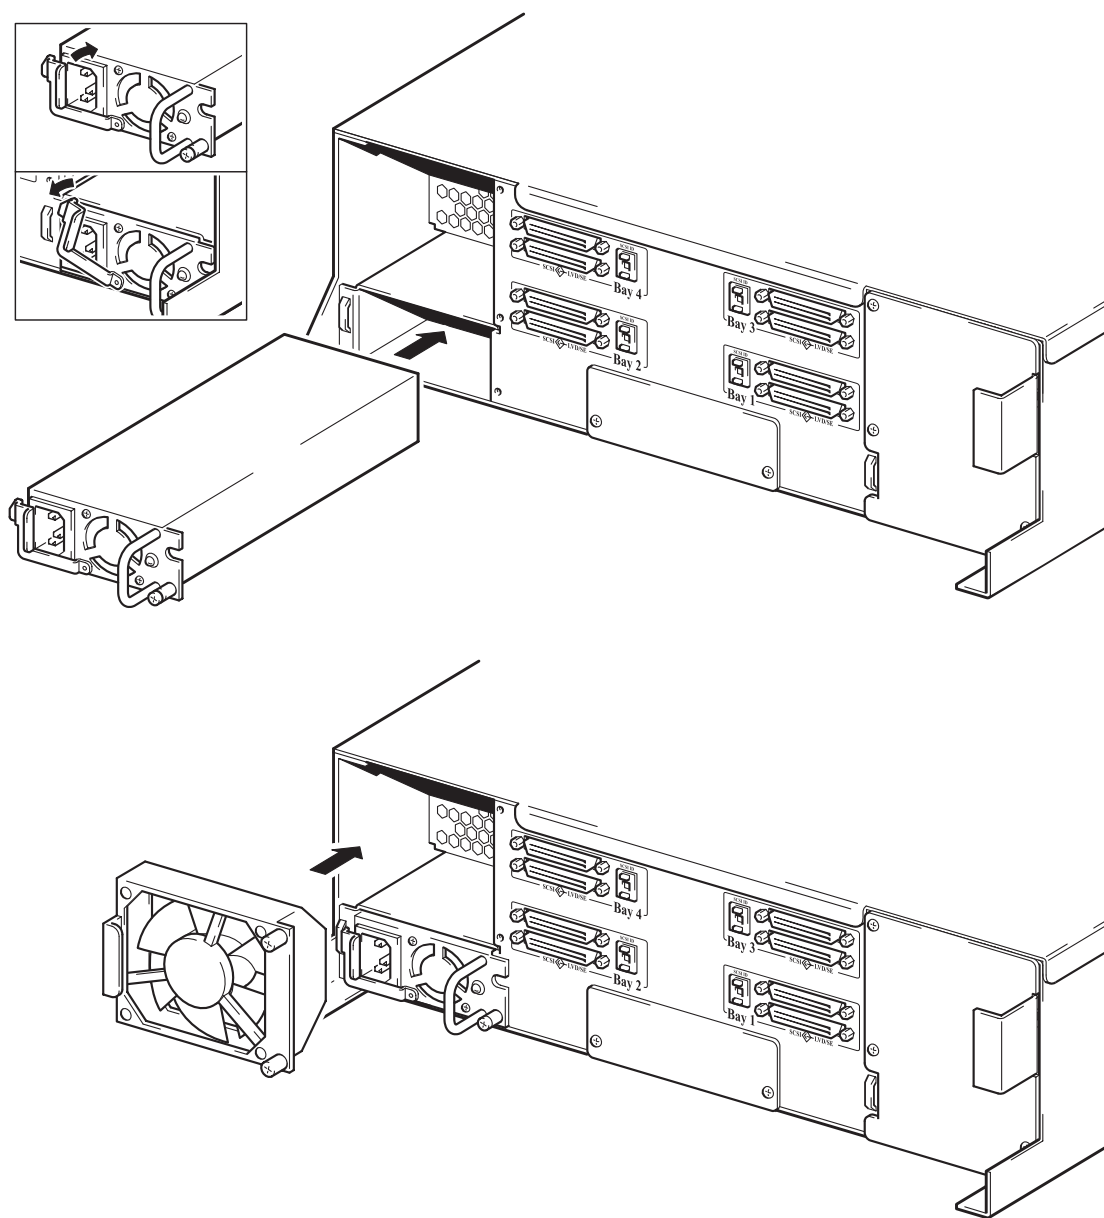

Figura 11: Substituir o ventilador e a fonte de alimentação
- 2 Alinhe a unidade do ventilador de substituição conforme mostra a Figura 11. Deslize a unidade do ventilador para dentro da abertura.
- 3 Alinhe a fonte de alimentação de modo que a etiqueta amarela fique para cima. Insira a fonte de alimentação, que não deve estar com um cabo de alimentação conectado e deslize-o para dentro da abertura, como mostrado na Figura 11. Gire o mecanismo de travamento no sentido horário, o suficiente para desobstruir o ressalto de retenção, e puxe a unidade para a posição de repouso total.